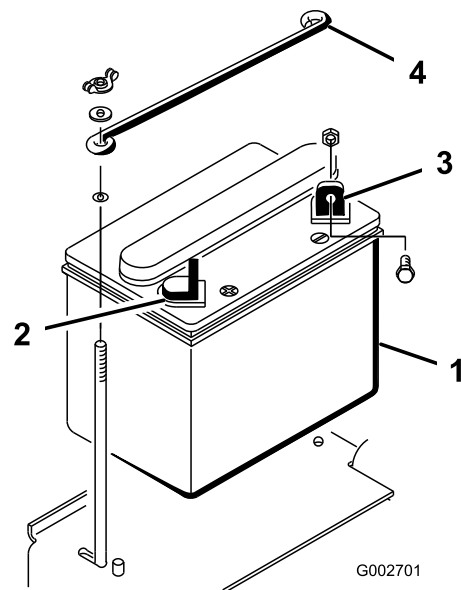

Figura 5
1. Coloque la batería en su sitio, con el borne negativo hacia la parte trasera de la máquina (Figura 5).